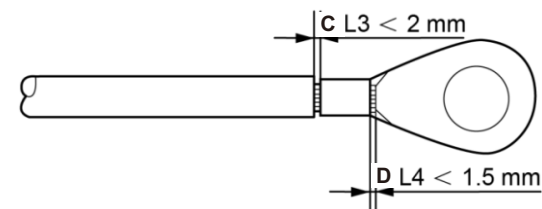

Figura 3.16 Desencapar o fio
- 4) Insira o fio desencapado na área de crimpagem do terminal OT e use a braçadeira hidráulica para prender o terminal ao fio (consulte a Figura 3.16).